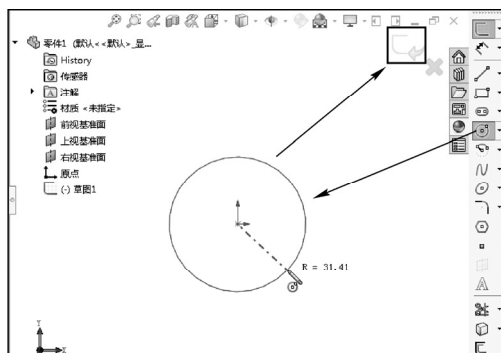

图 1-37 绘制圆的操作
STEP 2 选择基准面后，系统进入草绘模式，在此模式下单击“绘制圆”按钮，以中心点为圆心，绘制一个圆，如图 1-37 所示。草图绘制完成后，单击右上角的“确定”按钮，退出草绘模式。